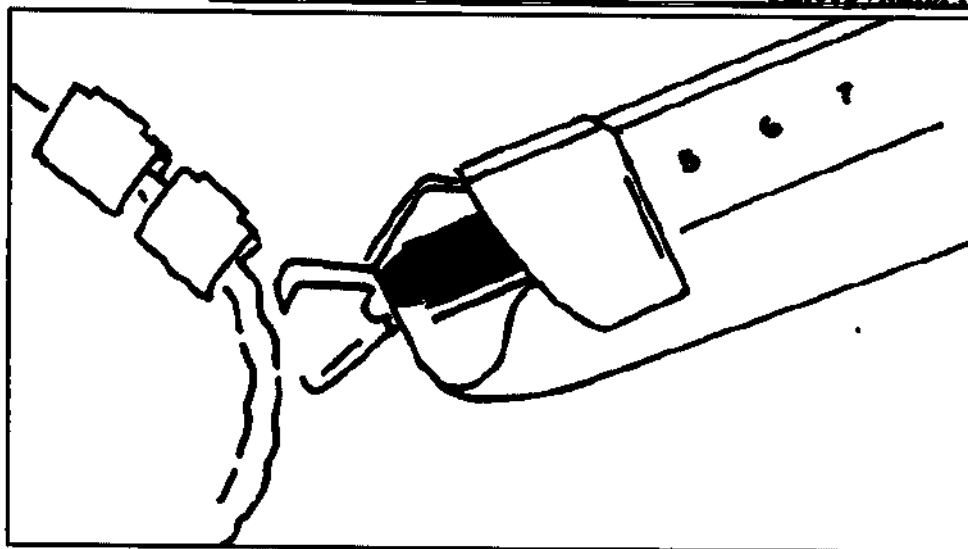

Рисунок 12
5.5 Удерживая спусковой крючок в таком положении, снимите клипсу со скальпа. (Рисунок 12)